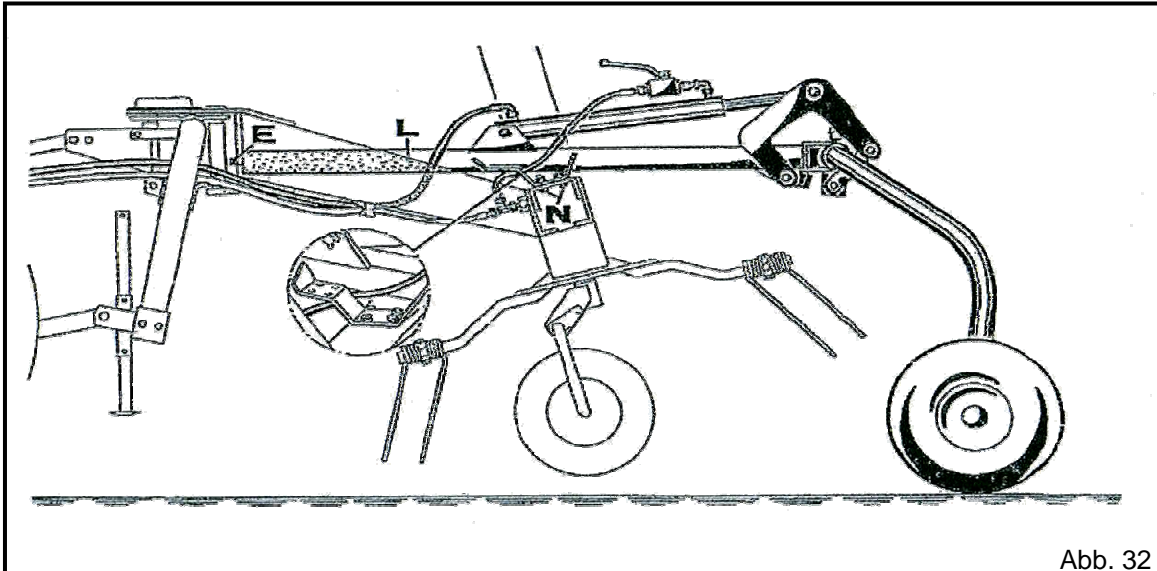
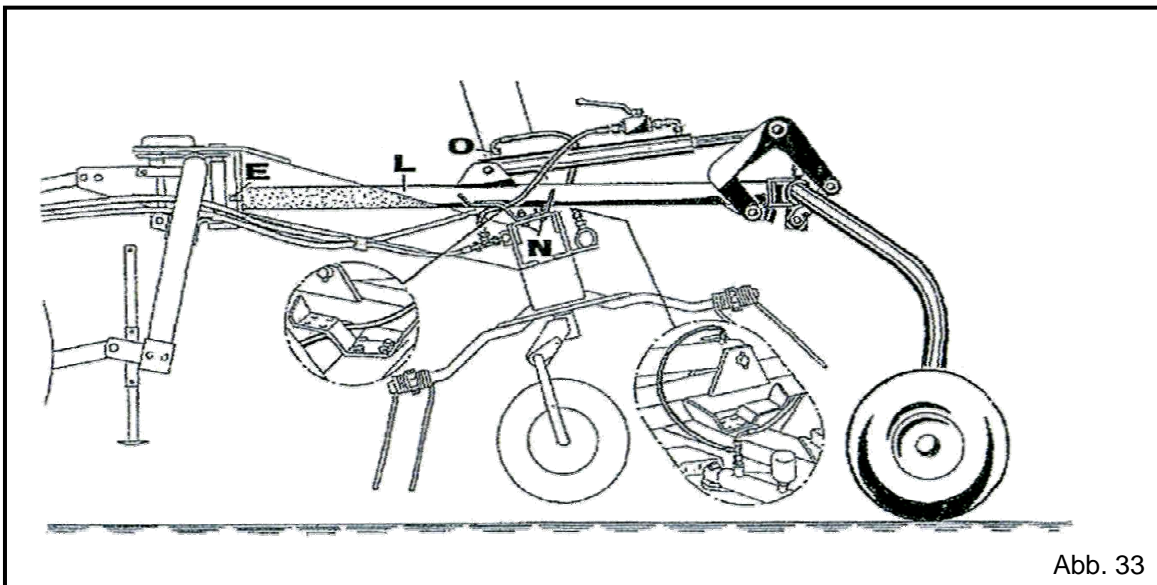

Abb. 32
Abb. 33
- Hydraulikleitungen nach Abb. 32 bzw. Abb. 33 montieren (Pos. O = Drosselscheibe)